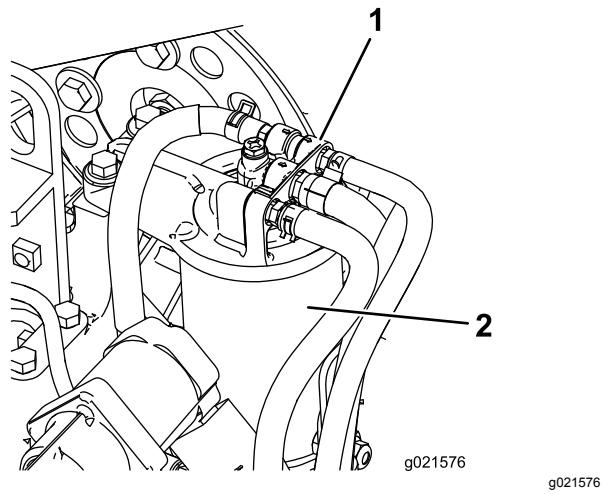

Figura 60
2. Retire o filtro e limpe a superfície de montagem da cabeça do filtro (Figura 60).
1. Limpe a zona em torno da cabeça do filtro de combustível (Figura 60).